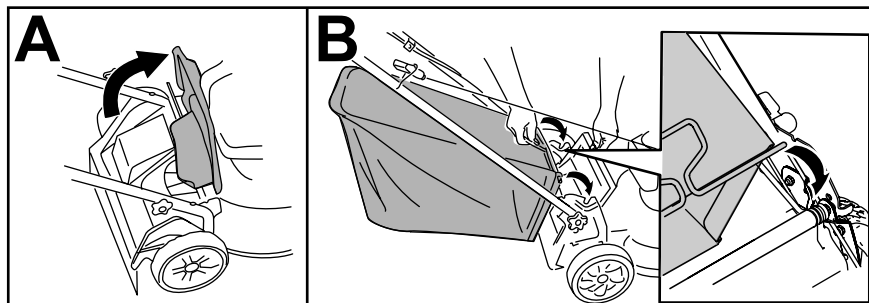

Figure 13
1. Soulevez le déflecteur arrière et maintenez-le dans cette position (A de Figure 13).
2. Montez le bac à herbe en veillant à insérer les ergots dans les crans du guidon (B de Figure 13).